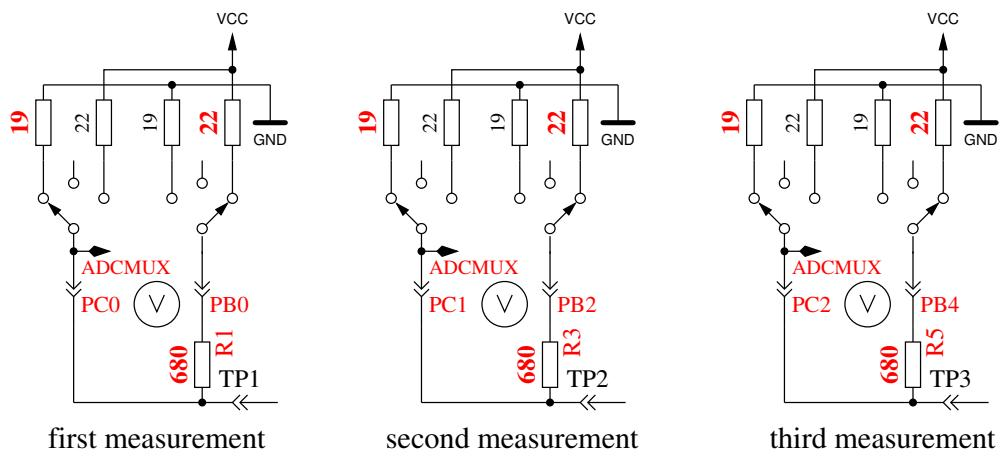

Рис. 5.62. Измерение внутреннего сопротивления порта С подключением выходных контактов к GND
8. Измерение внутреннего сопротивления порта подключением выходных контактов к GND. Этот и следующие тесты будут проведены, если выбрана опция AUTO\_CAL. Внутреннее сопротивление порта C с выходами, подключенными к GND, измеряется по току через подключенные к VCC ( $+5 \text{ V}$ ) резисторы  $680 \Omega$ , смотри рисунок 5.62. Могут быть измерены только три вывода порта АЦП. Внутреннее сопротивление портов B (PB0, PB2 и PB4) не может быть измерено без изменения аппаратных средств. Будем считать, что внутреннее сопротивление порта для различных портов практически одинаково. Величина сопротивления будет определена в следующем тесте.